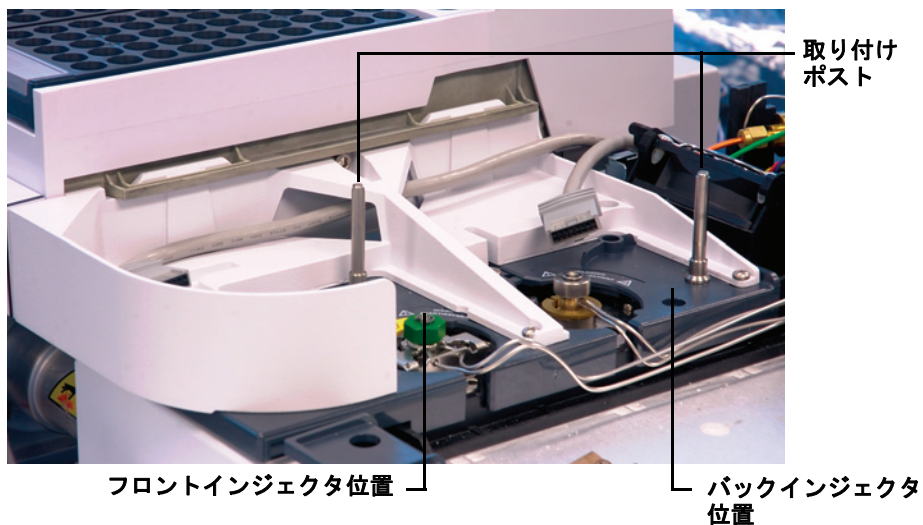

図 15 取り付けポストの 7890 シリーズ GC への装着
- **7890A シリーズ GC、7820A GC、および 7820 MSD。** 注入口カバーを、希望に応じてフロントインジェクタまたはバックインジェクタの位置に取り付けます。ポストを最後まで回しきる必要があります (図 15 を参照)。